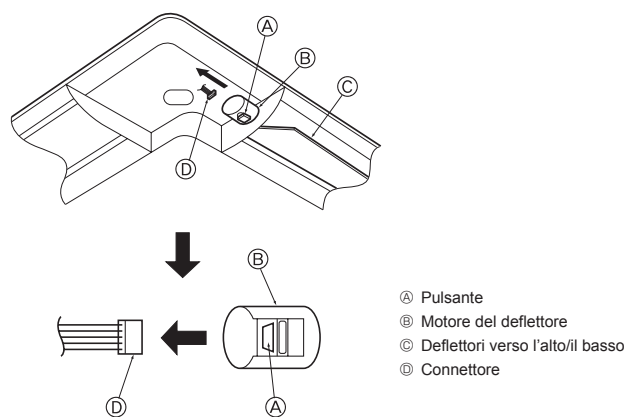

Fig. 5-9
5.4. Bloccaggio della direzione del flusso dell'aria verso l'alto/il basso (Fig. 5-9)